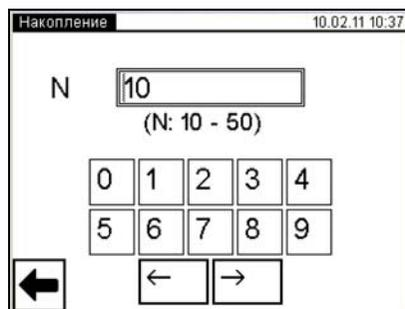

Рисунок 6.6.
- 2) Перейти в окно "Накопление", для чего в окне "Настройка" нажать на строку "Накопление", на экране появится окно "Накопление" (рисунок 6.6)
- 3) Установить количество накапливаемых результатов измерения N, для чего, нажимая соответствующие кнопки с цифрами (рисунок 6.6), ввести значение N в диапазоне от 10 до 50.